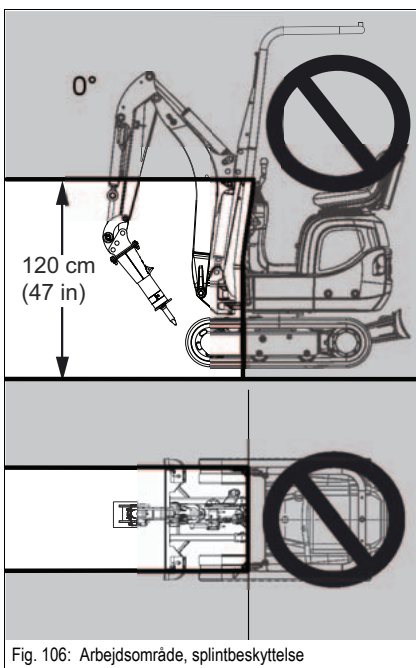

Fig. 106: Arbejdsområde, splintbeskyttelse
- Vær opmærksom på det indskrænkede arbejdsområde (se fig. 106).